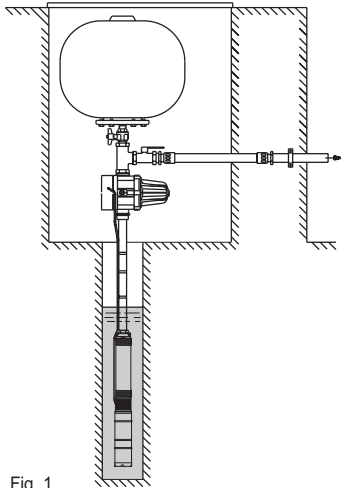

Fig. 1
**COLLEGAMENTO IDRAULICO (fig.1)**